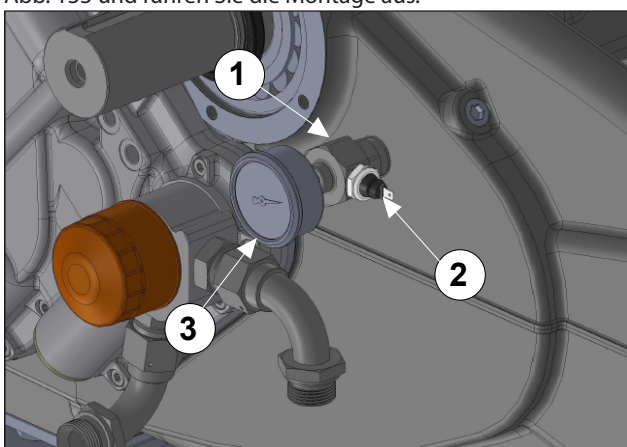

Abb. 133
Verwenden Sie LOX-EAL Dichtmasse 53-14 oder eine vergleichbare Masse zum Anfeuchten der Verschraubung (Pos. ①), des Druckschalters (Pos. ②) und des Manometers (Pos. ③) Abb. 133 und führen Sie die Montage aus.